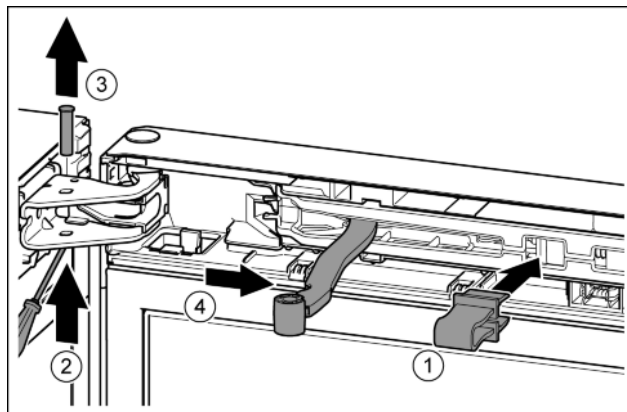

Fig. 8
► Зафиксировать предохранитель в отверстии. Fig. 8 (1)
► Выкрутить палец при помощи отвертки. Fig. 8 (2)
► Извлечь палец движением вверх. Fig. 8 (3)
► Повернуть шарнир в направлении двери. Fig. 8 (4)